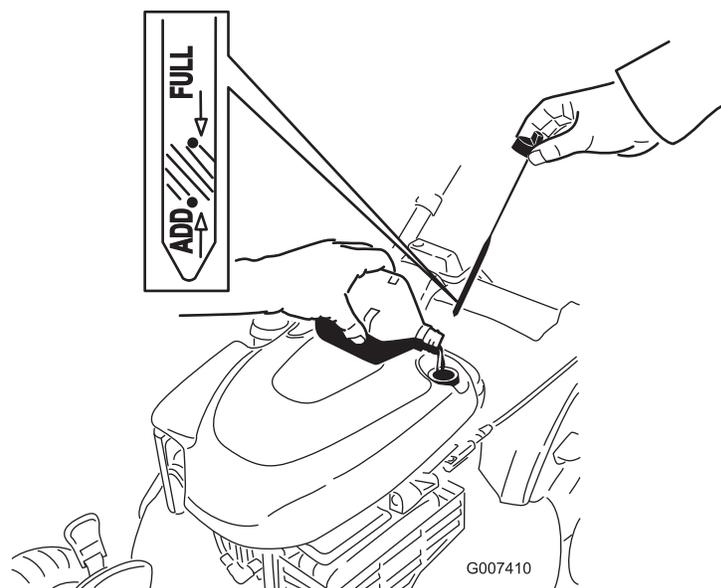

Figure 7
- Retirez la jauge (Figure 7) et versez de l'huile dans le tube de remplissage pour remplir le carter moteur aux 3/4.
- Sortez de nouveau la jauge et vérifiez le niveau d'huile ; voir Figure 7.
remplissage, puis répétez les opérations 3 à 5 jusqu'à ce que le niveau d'huile soit correct, comme montré à la Figure 7.